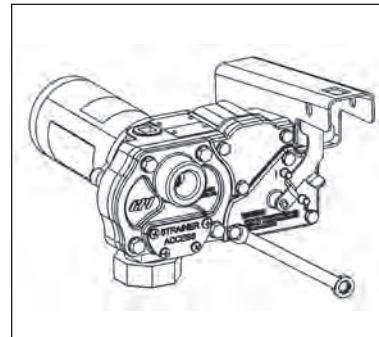

Figura 12
- Remova a tampa do interruptor da carcaça da bomba. (Figura 12)